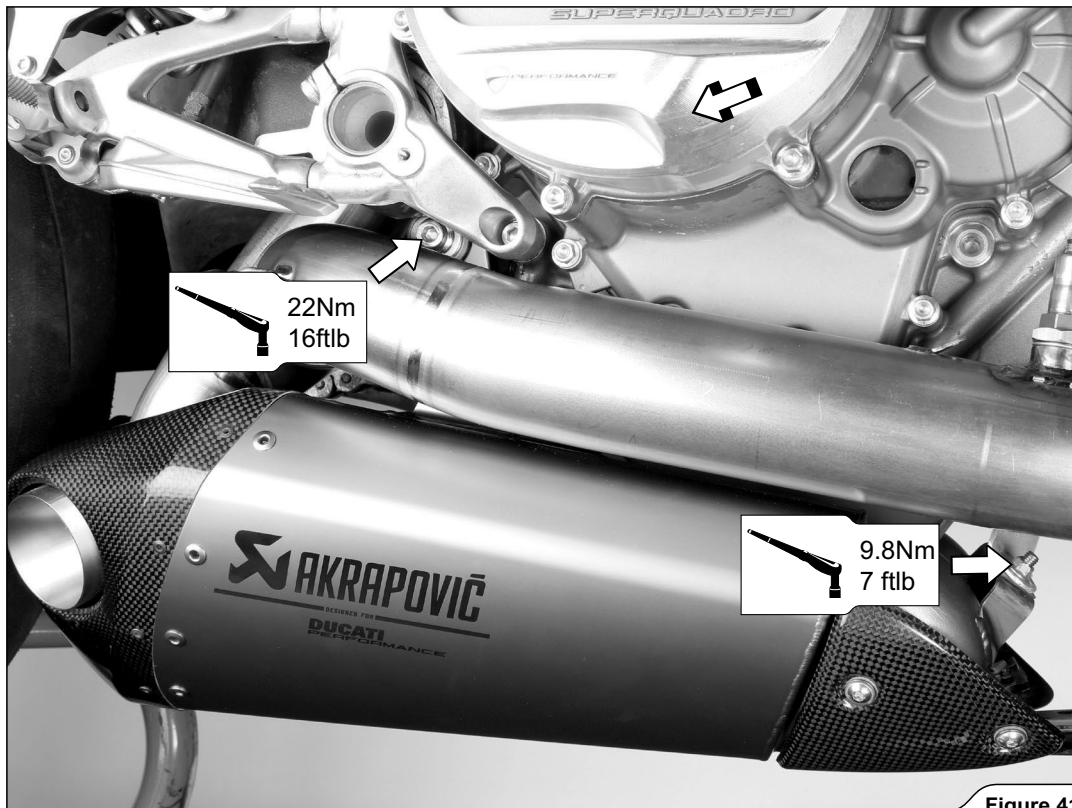

Figure 41
11. Aligner les silencieux et les tuyaux par rapport au motorcycle et serrer les silencieux sur le motorcycle, en utilisant les boulons et les écrous d'origine (Figure 41).
11. Die Schalldämpfer und die Rohre dem Motorrad gegenüber auf Flucht ausrichten, dann die Schalldämpfer am Motorrad mit den Original-Schrauben und Muttern anziehen (Figure 41).